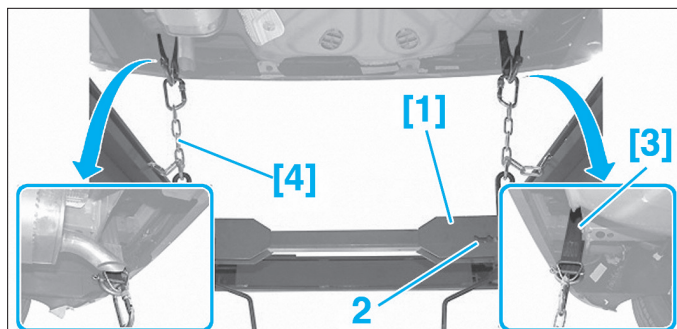

FIG. 4
- Engager les sangles [3] équipées de leurs manilles [2] autour des fixations sur la caisse de l'absorbeur de choc (Fig.4).
- Choisir le cran (2) le mieux adapté pour tirer sur les élingues le plus verticalement possible.